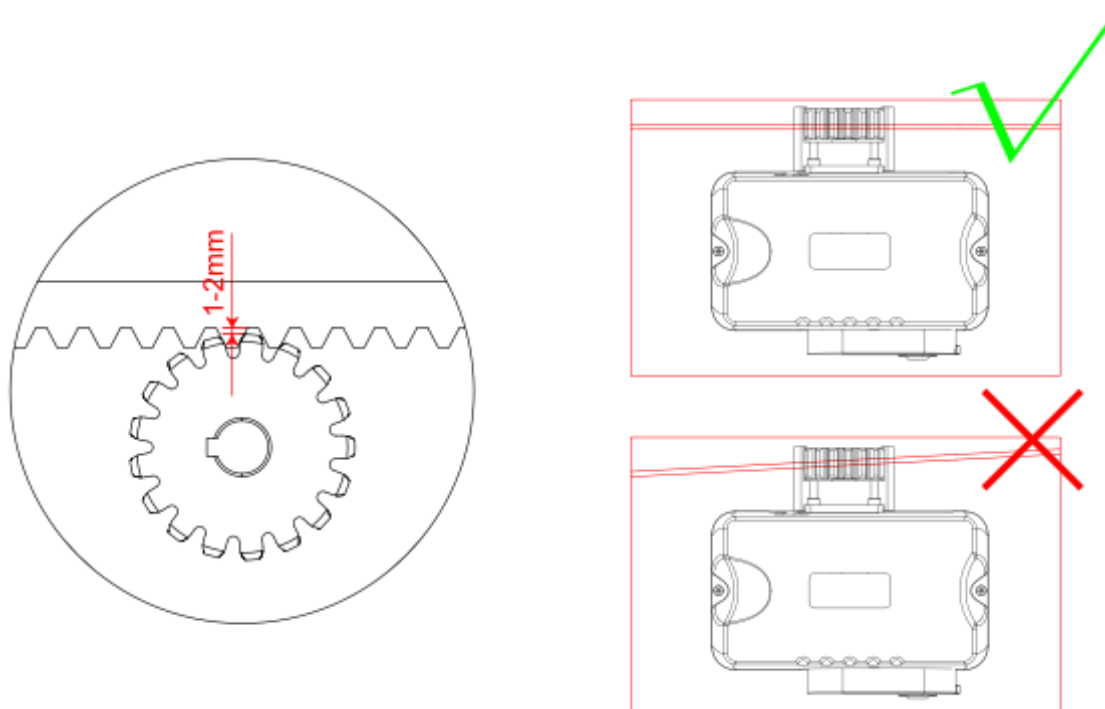

Рисунок 14
- Убедитесь, что выходная шестерня имеет минимальный зазор 1-2 мм по всей длине зубчатой рейки, установленной на воротах (см. рисунок 14)